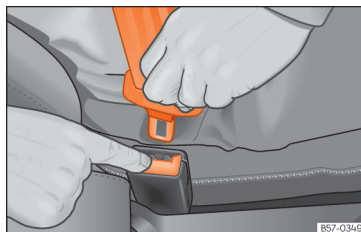

Fig. 21 Soltar a lingueta do fecho do cinto.
- Pressione o botão vermelho do fecho »» **Fig. 21**. A lingueta saltará do fecho.